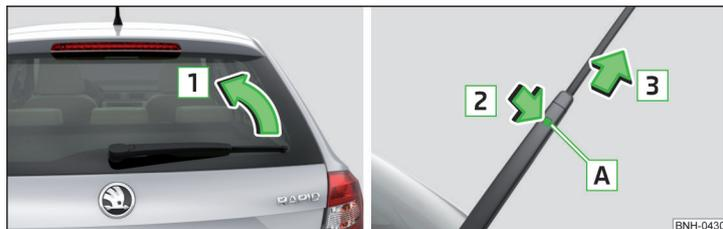

Abb. 182 Scheibenwischerblatt der Heckscheibe
- › Den Scheibenwischerarm von der Scheibe in Pfeilrichtung **1** anheben » Abb. 182.